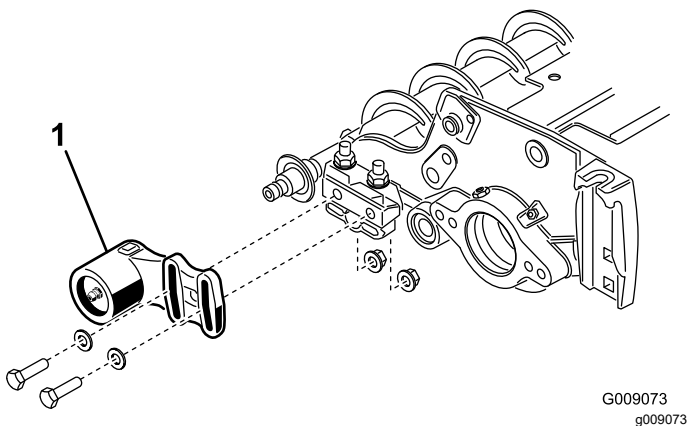

Figura 36
1. Se estiver instalada uma escova do rolo na unidade de corte, remova os dois parafusos, anilhas e porcas que prendem a caixa de rolamentos do lado oposto à transmissão ao suporte de montagem da caixa de rolamentos (Figura 36) e (Figura 37).